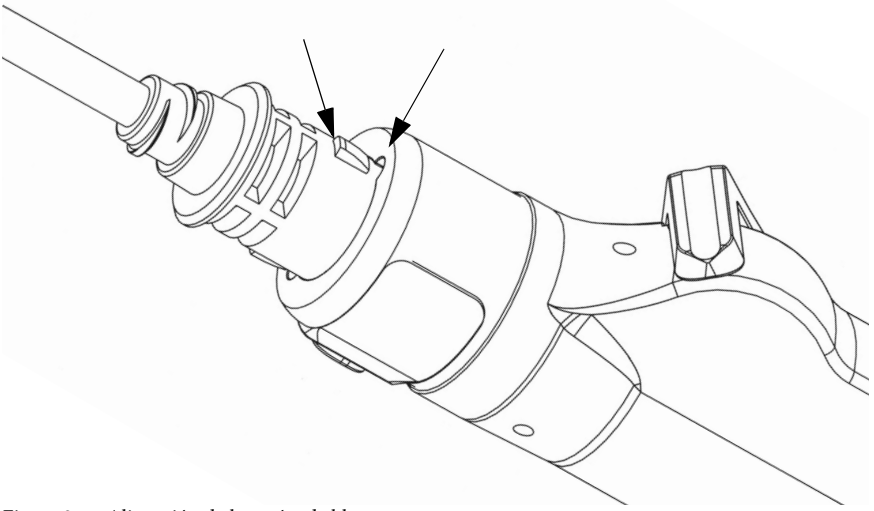

Figura 3: Alineación de las guías de bloqueo
1. Alinee las guías de bloqueo de la base de la hoja de rasurador con las guías de bloqueo de la pieza de mano (véase la figura 3).